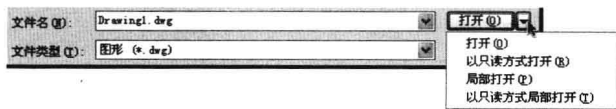

图 1-3-3
(1) 在快速访问工具栏中,单击“打开”按钮 , 打开选择文件对话框,单击“打开”按钮右侧的三角形按钮 , 在弹出的快捷菜单中有4个选项,如图1-3-3所示。选择不同的打开方式所打开的文件属性不同。